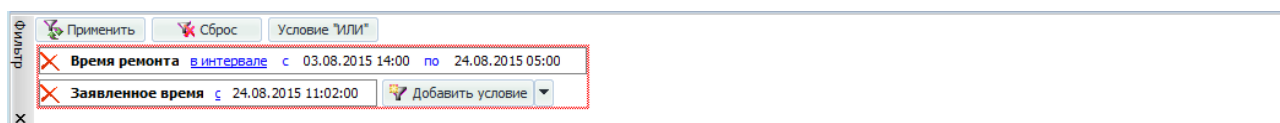

Рисунок 10.20 – Фильтрация по временным полям
- **Фильтрация по временным полям.** К данному виду фильтрации относятся следующие критерии фильтра: заявленное время, время ремонта, заявленное время – время ремонта. В качестве условий фильтрации выступают: «в интервале», «не в интервале», «с», «по». В качестве значения фильтрации указывается дата и время из календаря в формате «ЧЧ.ММ.ГГГГ ЧЧ:ММ:СС» (Рисунок 10.20).